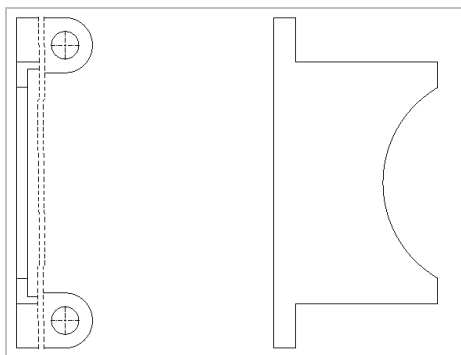

图 11-42 创建断裂视图效果
(4) 向右移动鼠标至合适位置后，单击鼠标左键，创建第二条断裂线，单击【确定】按钮，即可创建断裂视图，效果如图 11-42 所示。